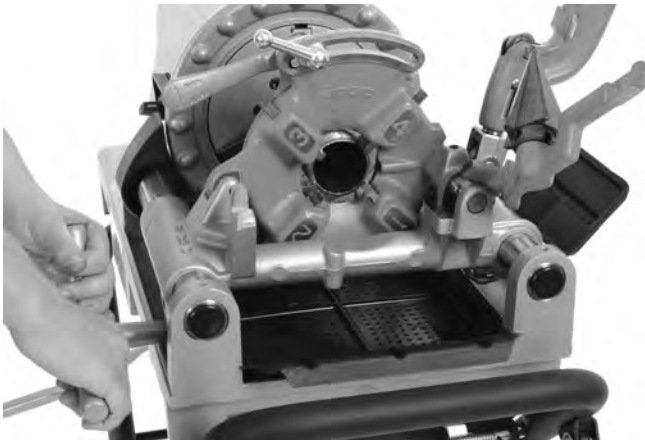

图24 – 管子套丝 (811-A快开式牙模头)
5. 转动滑架手轮，使牙模头移向管头 (图24)。对手轮少许加力，使牙模头向管子移动。牙模头开始套丝后，无需再向滑架手轮加力。